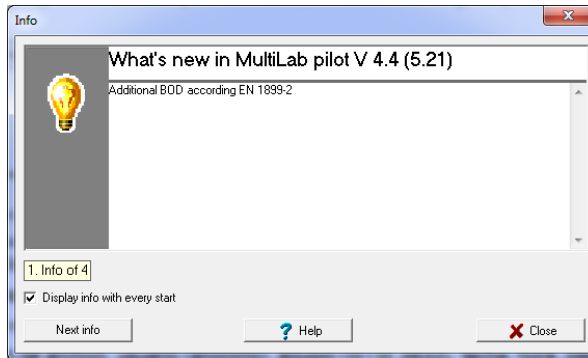

Figura 2. Información del programa
- f) Sale la ventana siguiente de la figura 2. Se presiona Close.